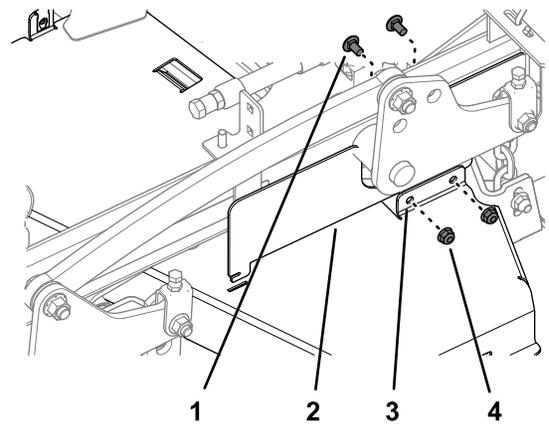

Figura 36
3. Retire os dois parafusos de carroçaria e duas porcas de bloqueio que prendem a cobertura CE do lado esquerdo à cobertura da correia esquerda (Figura 36).